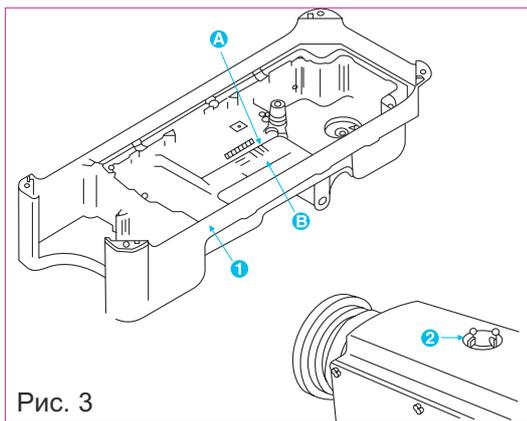

Рис. 3
- 1). Заполните поддон (1) рис.3, прилегающим маслом до отметки HIGH (A).
- 2). Когда уровень масла опустится ниже отметки LOW (B), долейте масло в поддон.
- 3). После заливки масла при работе Вы увидите всплески масла в индикаторном окошке (2), что является показателем правильной работы насоса.